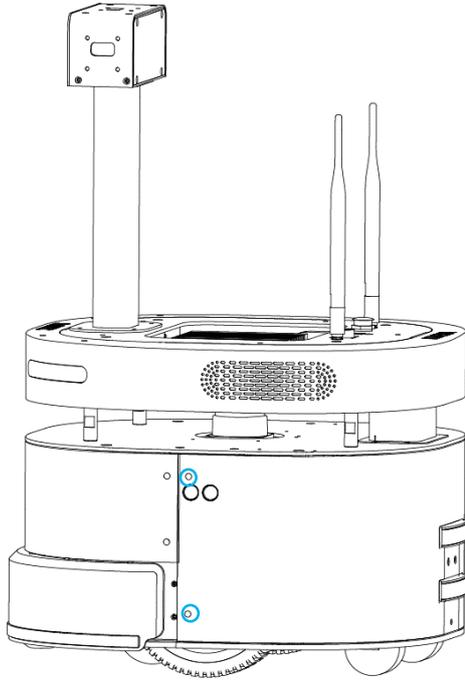
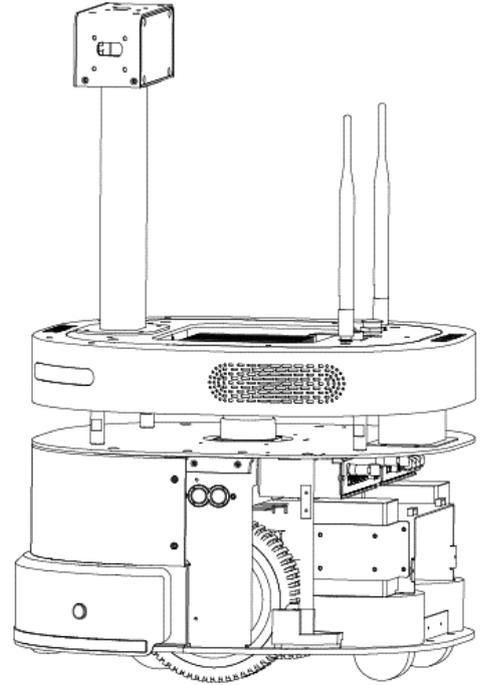

图 12
图 13
1. 如图 12 所示，移除蓝圈所示的固定在 Athena 底盘后盖上的 2 枚 M3*8 十字槽沉头螺钉，对称的一侧用同样的方法移除相同的螺钉。如图 13 所示，将 Athena 底盘后盖从机器主体上小心取下。